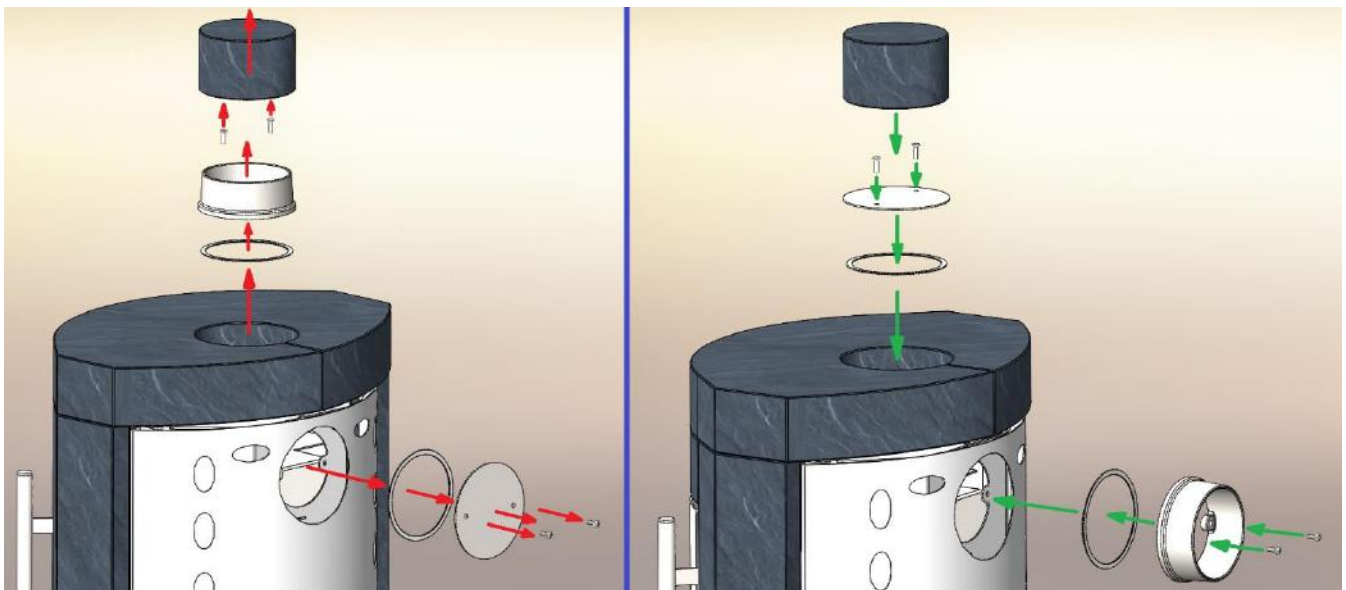

Abbildung 2 Austausch des Rauchrohranschlusses und der Abdeckung
3. Abbildung 2 Austausch des Rauchrohranschlusses und der Abdeckung	Seite 4